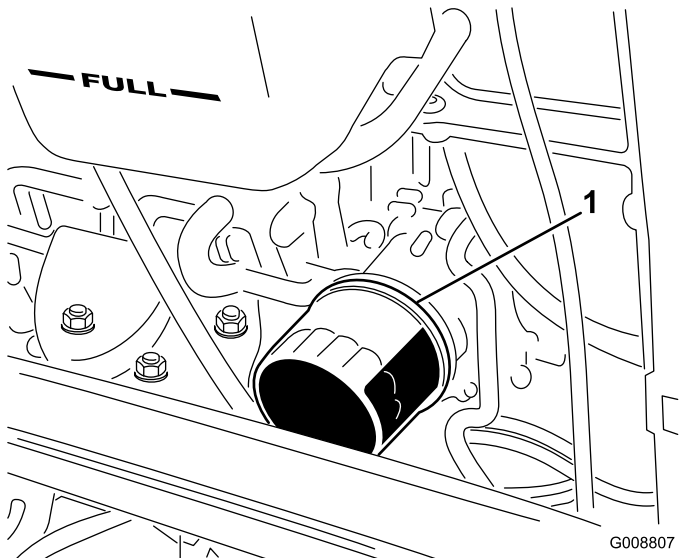

Figure 32
2. Déposez le filtre à huile (Figure 32). Appliquez une fine couche d'huile propre sur le joint du filtre de rechange avant de le visser en place. Ne serrez pas excessivement.